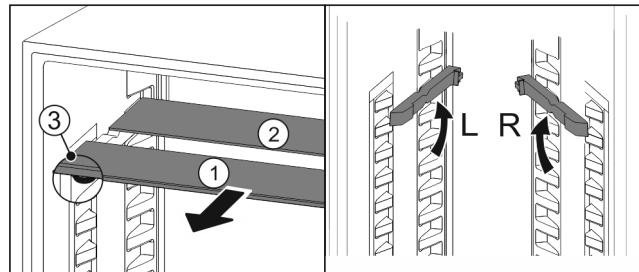

Fig. 47
- Издърпайте Fig. 47 (1) поотделно стъклените площи напред.
- Стъклената плоча Fig. 47 (1) с декоративната лайстна е отпред.
- Ограничителите Fig. 47 (3) сочат надолу.